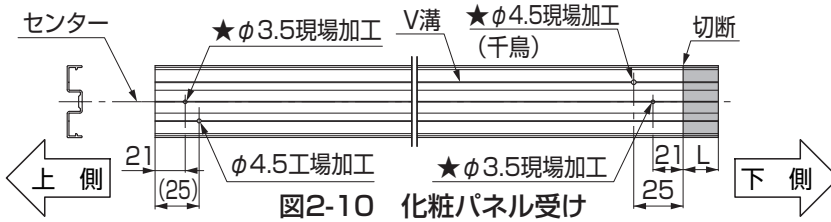
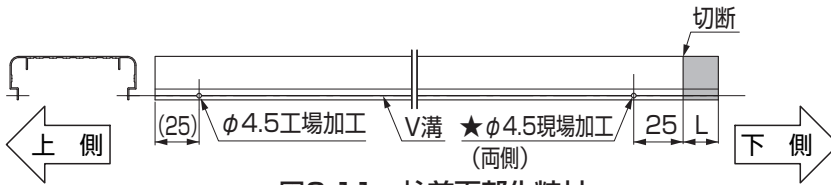
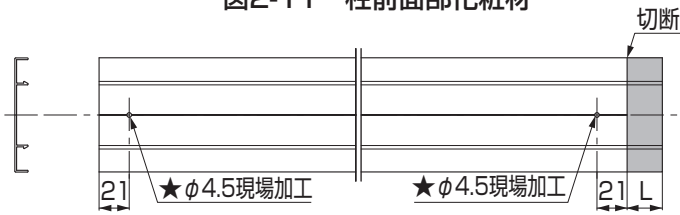

図2-10 化粧パネル受け
図2-11 柱前面部化粧材
図2-12 柱側面部化粧材 ※上下なし(工場加工穴なし)
①P.3の表2-1を参照し、部材を切断してください。
②図2-10、図2-11、図2-12を参照し、部材に穴加工をしてください。